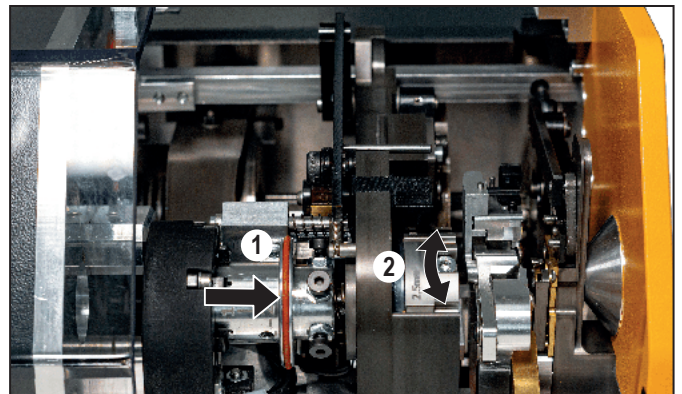

Bild 6.4 Querschnitt einstellen
- Drücken und halten Sie die Einstelltrommel nach rechts, siehe Bild 6.4, 1.
- Drehen Sie die Einstelltrommel bis die Crimptrommel bei der gewünschten Gesenkgröße einrastet, siehe Bild 6.4, 2.